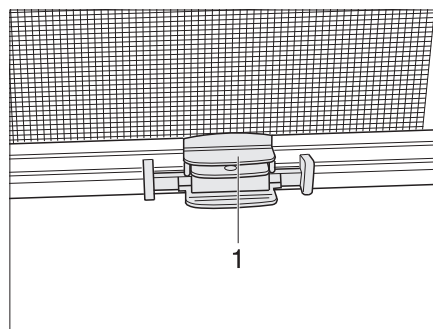

Fig. 52 Store
- Saisir la barre de fermeture (Fig. 52,1) de la moustiquaire par le centre et l'amener à la barre de fermeture du store occultant.
- Maintenir la barre de fermeture (Fig. 52,1) de la moustiquaire et actionner le cliquet d'encliquetage.